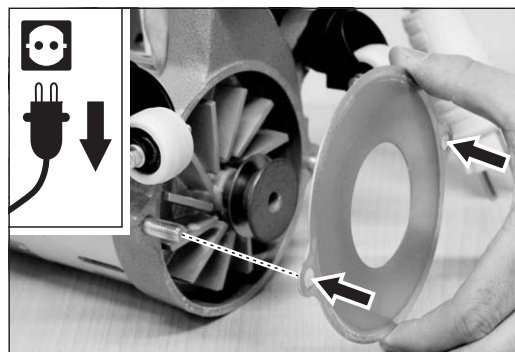

Abb. 41 Die Ventilatorabdeckung mit den beiden seitlichen Bohrungen über die Gewindestifte im Ventilatorgehäuse schieben.
- 1 Schieben Sie die Ventilatorabdeckung mit den beiden seitlichen Bohrungen über die Gewindestifte im Ventilatorgehäuse (Abb. 41).